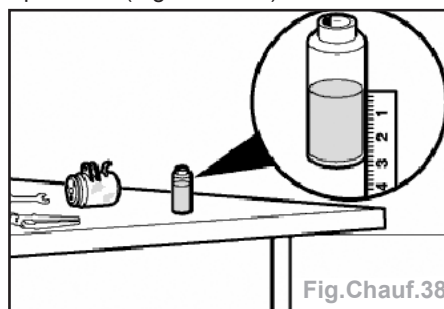

Fig. Chauff.38
- Mesurer la quantité d'huile frigorigène qui a été récupérée de l'ancien compresseur (Fig. Chauff.38).